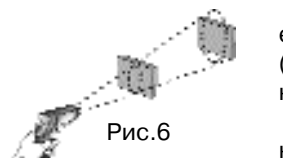

Рис.6
- для точного измерения температуры размеры объекта должны превышать размер пятна контроля прибора (рис.6). Диаграммы полей зрения пирометров приведены на рис. 7.